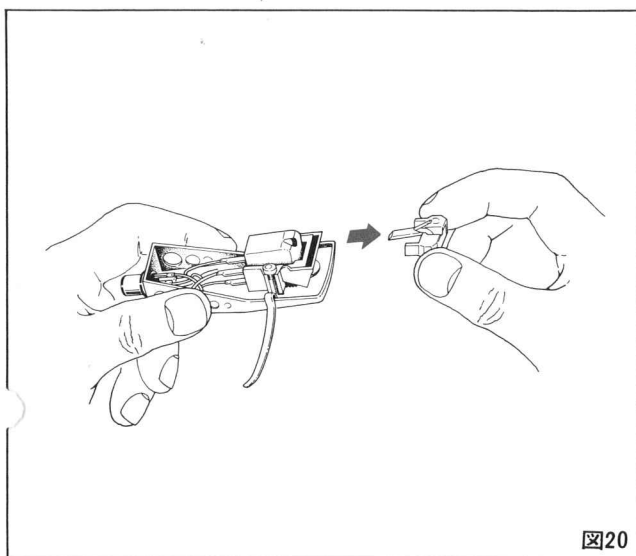

図20
- ① トーンアームからヘッドシェルをを外します。
- ② 古い針先ホルダーを手前に引いて取外します。(図20)
- ③ 新しい針先を②と逆の方法でしっかりさしこみます。
- ④ ヘッドシェルをトーンアームに取付けます。